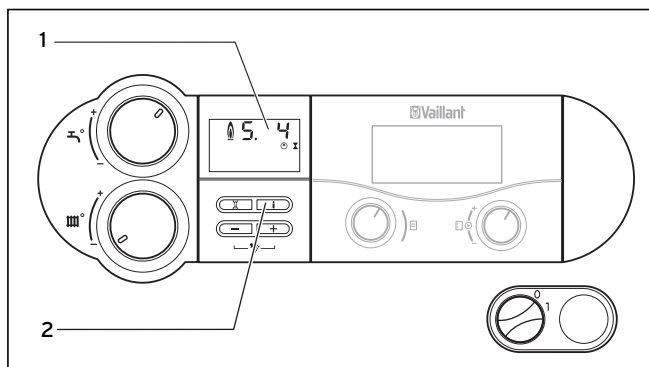

Fig. 6.11 Statusvisninger
- Aktivér statusvisningerne ved at trykke på tasten "i" (2) (Fig. 6.11).
På displayet (1) (Fig. 6.11) vises nu den pågældende statuskode, f.eks. "S. 4" for brænderdrift. Betydningen af de vigtigste statuskoder fremgår af tabellen 6.1. Desuden forklares den pågældende statusvisning med en tekstindikator på displayet.
- Sæt displayet tilbage i normalmodus igen ved at trykke på tasten "i" (2) (Fig 6.11) en gang til.